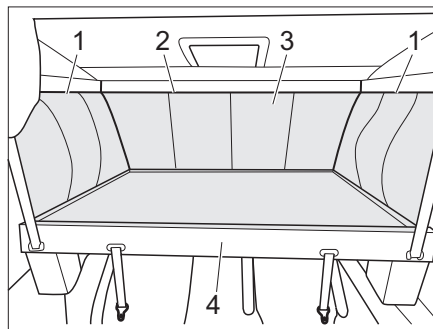

Fig. 78 Accesso alla cassetta della tenda a rullo
- Abbassare il letto basculante (Fig. 78,4) (vedi capitolo 7.16.3).
- Per sbloccare il sacco del letto basculante (Fig. 78,3), aprire le cerniere laterali (Fig. 78,1) nell'area superiore da davanti a dietro e nell'area anteriore (Fig. 78,2).
- Togliere il sacco del letto basculante (Fig. 78,3) (fissaggio con velcro).